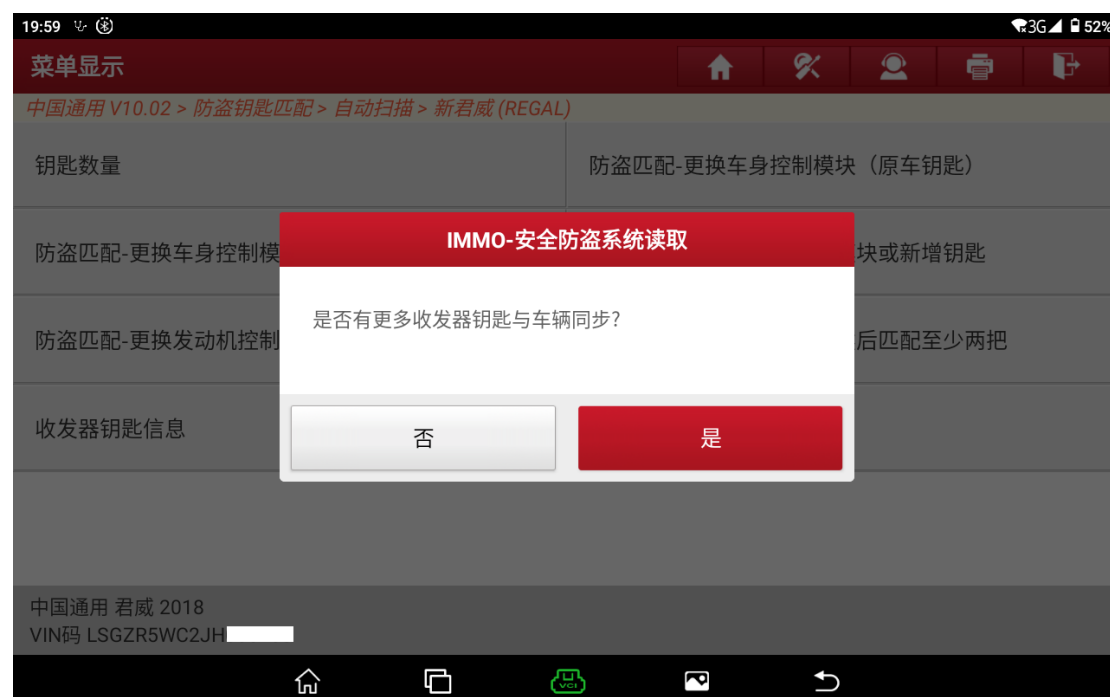

图 38
38. 如果有更多钥匙同步，点击“是”，否则点击“否”，如图 38。